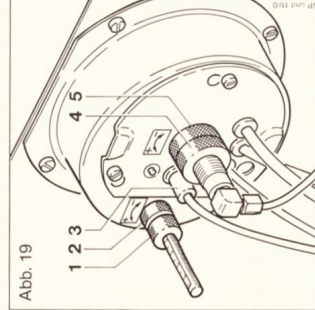

Abb. 19
- Die Einregulierung der Abgaswerte wird vorgenommen an den Einstellschrauben 1, 2 und 4, 5. Abb. 19. (Kesseltemperatur mind. 60 °C).
- a) Lösen der Konterändelmutter (2) und drehen an der Einstellmutter (1) nach rechts ergibt weniger Luftdurchsatz (mehr CO₂), nach links ergibt mehr Luftdurchsatz (weniger CO₂).